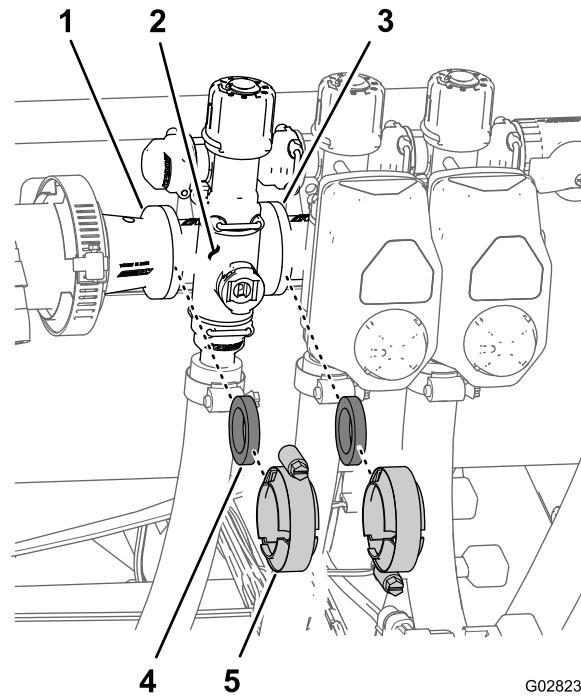

**Figura 101**
2. Retire o coletor da válvula de agitação da máquina (Figura 101).